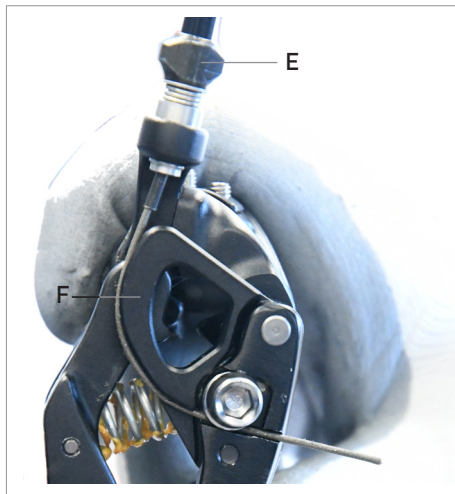
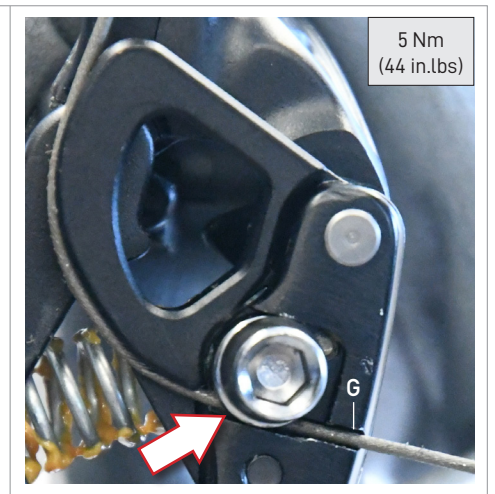

Fig.14
Fig.15
- Inserite il cavo nel registro tensione cavo (E - Fig.14), fatelo passare nell'apposita camma (F - Fig.14) e nell'incavo (G - Fig.15) presente nel cambio.